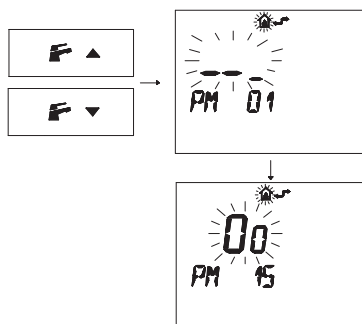

Рис. 5.23
- Нажмите кнопку  или , чтобы вывести на дисплей параметр «PM15» для включения внешнего датчика (Рис. 5.23).